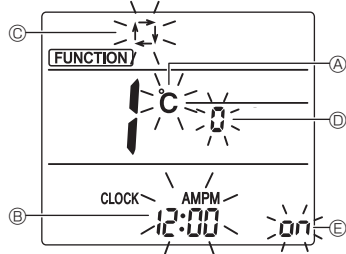

Fig. 5-8
L'écran Réglage de l'affichage s'affiche. (Fig. 5-8)
5.9.2. Changement de l'unité de température (Fig. 5-8 (A))
- Appuyez sur la touche **TEMP** ⑤.
5.9.3. Changement de l'affichage de l'heure (Fig. 5-8 (B))
- Appuyez sur la touche **TIME** ⑥.
5.9.4. Changement du mode AUTO (Fig. 5-8 (C))
- Appuyez sur la touche **MODE** ⑦.
5.9.5. Changement du n° de paire (Fig. 5-8 (D))
- Appuyez sur la touche **UP** ④.